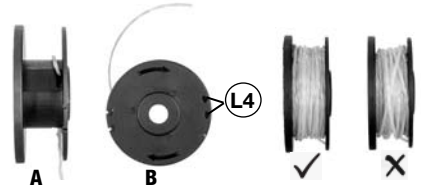

FIG 12
REEMPLACEMENT DE LE FIL DE COUPE (FIG 12)
- Insérez une extrémité de la nouvelle fil dans le trou au centre de la colonne de la bobine (reportez-vous à la FIG 12-A), puis enroulez le fil autour de la bobine dans le sens indiqué sur la bobine. Voir la FIG 12-B.